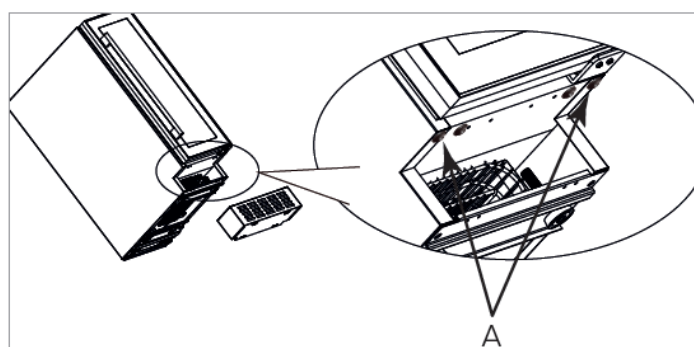

Fig. 14
4. Indien aanwezig, verwijder dan de twee schroeven die zijn aangegeven met pijlen en gemarkeerd met 'A' in Fig. 14.